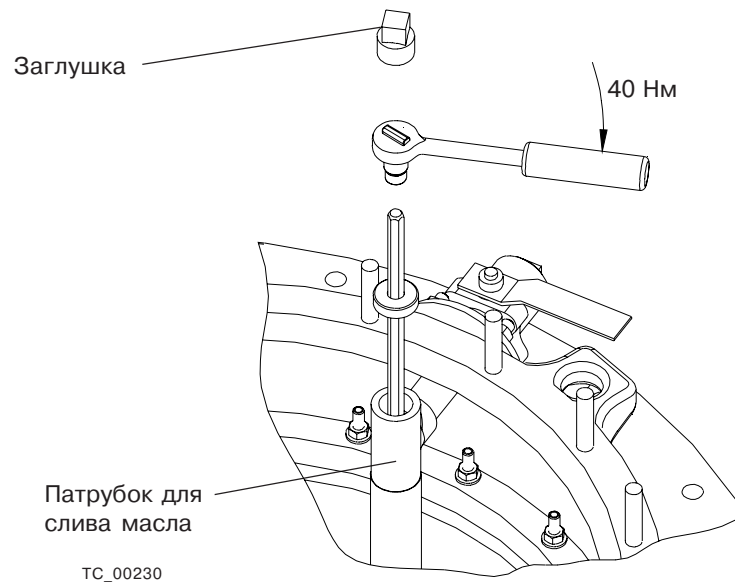

Рис. 28.
11. Снимите заглушку на конце Т-образного соединения, см. Рис. 28, введите ключ для нижнего клапана и закройте клапан, поворачивая ключ по часовой стрелке примерно на 6 оборотов. Затяните с моментом затяжки 40 Нм. Установите заглушку на место.